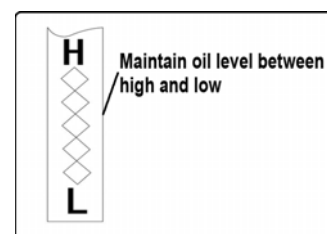

Рис. 26
4. Открутите и снимите крышку заливной горловины с трубки заливной горловины. Обратите внимание на уровень масла. Если показания масла на щупе ниже отметки «НИЗКИЙ», медленно добавляйте масло до уровня «ВЫСОКИЙ». См. рис. 26.